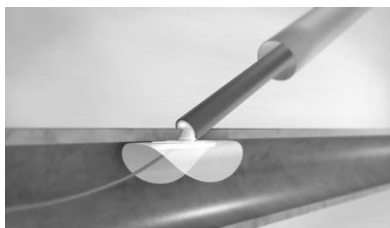

Figura 13. Posizione di tamponamento, impianto giustapposto all'arteriotomia.
- b. Continuare a retrarre il dispositivo di altre 1,5 tacche (= 3,5 tacche in totale). A questo punto, l'operatore dovrebbe avvertire una leggera resistenza tattile dovuta all'ancoraggio dell'impianto al lume interno della parete arteriosa. In questa posizione di tamponamento, l'impianto controlla l'emorragia prodotta dall'arteriotomia. Figura 13.